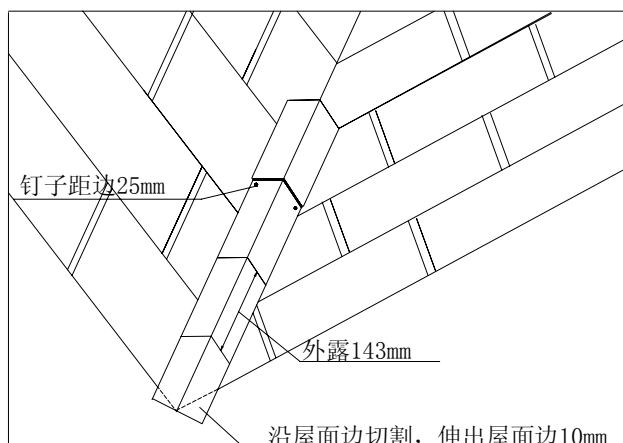

图5 屋脊沥青瓦的修剪
- 2、沿屋面边檐剪裁沥青瓦（如图 5 ）
6、在每张沥青瓦的两边各钉一个钉子固定，钉子位置紧挨自粘胶，距侧边 25mm 处（如图 5）